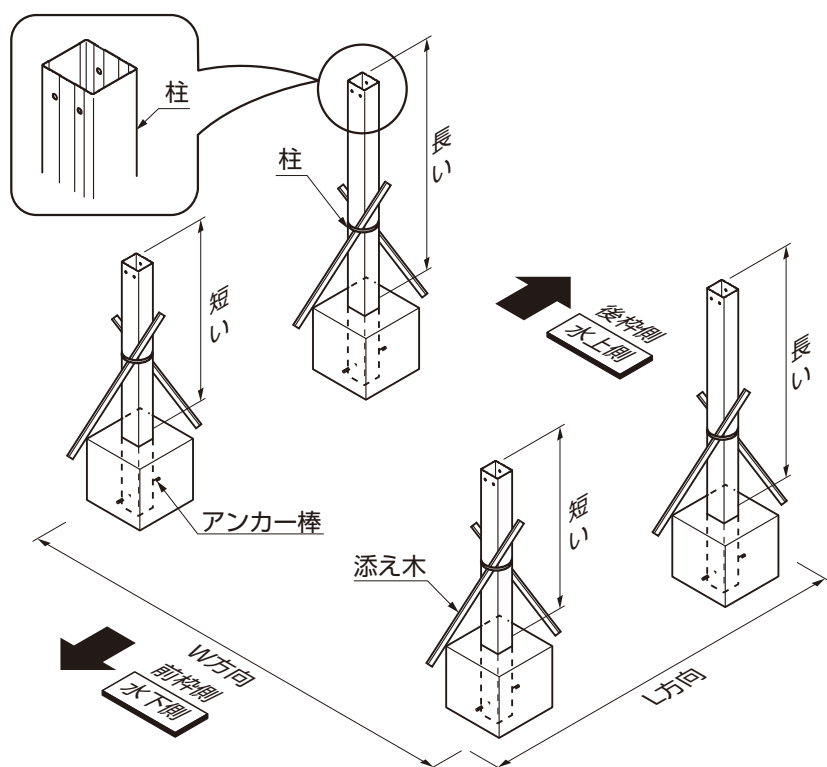

図2-1
①柱にアンカー棒を差込み、柱を建込んでください。(図2-1参照)